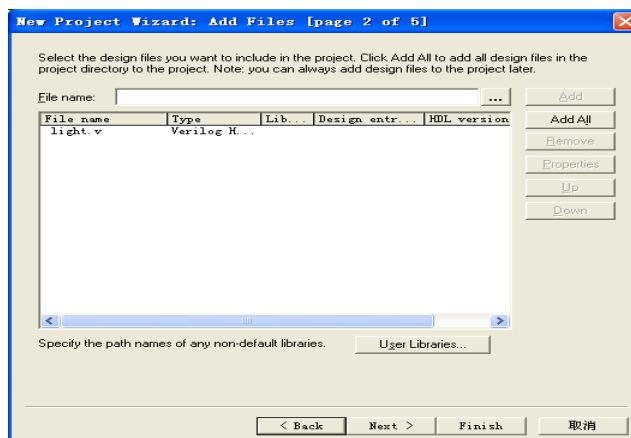

图 6 在工程中加入所有相关文件
(2) 将设计文件加入工程。在图 6 中，最上面一栏“File name”用于加入设计文件，可单击右侧的“...”按钮，找到相应的目录下的文件并加入。加入的文件可以有 Graphic (.BDF、.GDF)、AHDL、VHDL、VHDL HDL 以及 EDIF 文件。单击“Add All”按钮，将设定目录下的所有 VHDL 文件加入到此工程。设置完成后，单击“Next”按钮，进行目标芯片选择。